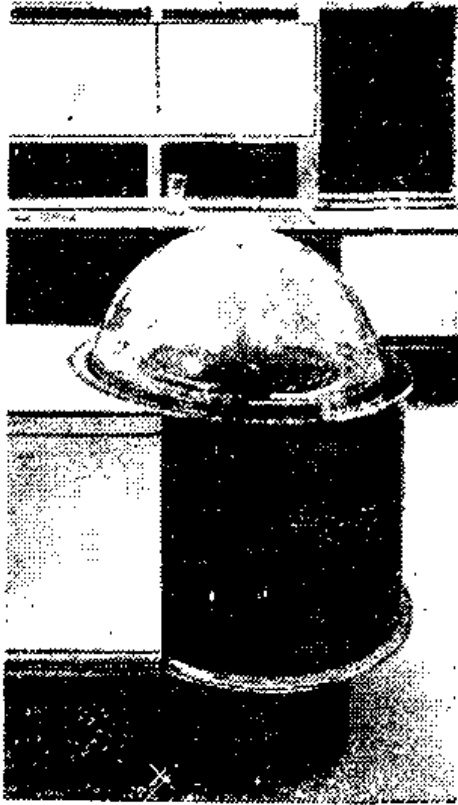

Рис. 1.1
**Рис. 1.1.** Электротехника и радиоэлектроника играют важную роль на кухне современного дома. С помощью высокой частоты цыпленок, помещенный в электрическую кухонную плиту, может быть приготовлен за 6—8 минут. Чтобы испечь пирог, нужно всего лишь 3 минуты.